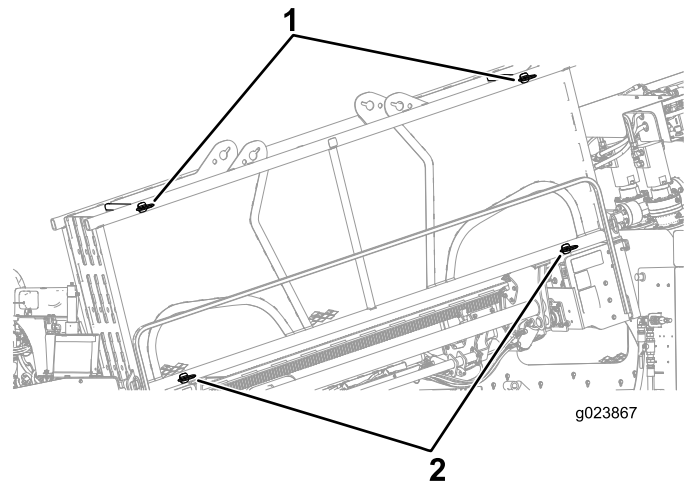

Figura 91
1. Asegúrese de que los 2 pasadores superiores y los 2 pasadores inferiores están colocados para sujetar el tubo dentro del portatubos (Figura 91).